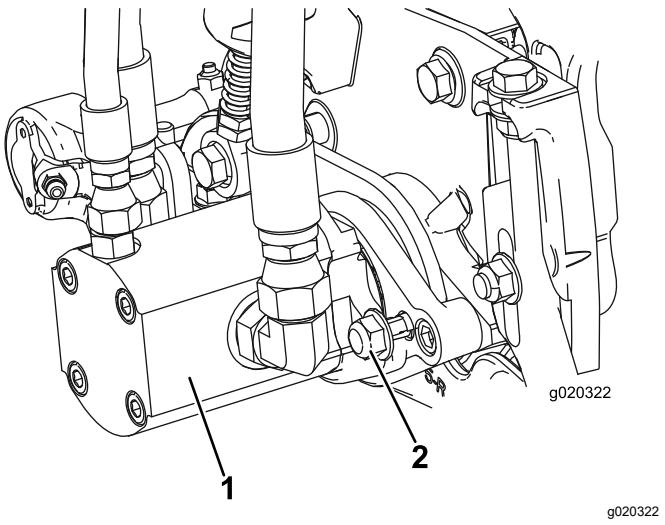

Figure 13
- Montez le moteur en le tournant dans le sens horaire jusqu'à ce que les brides passent les contre-écrous (Figure 13). Tournez le moteur dans le sens antihoraire jusqu'à ce que les brides encerclent les écrous, puis serrez les écrous.